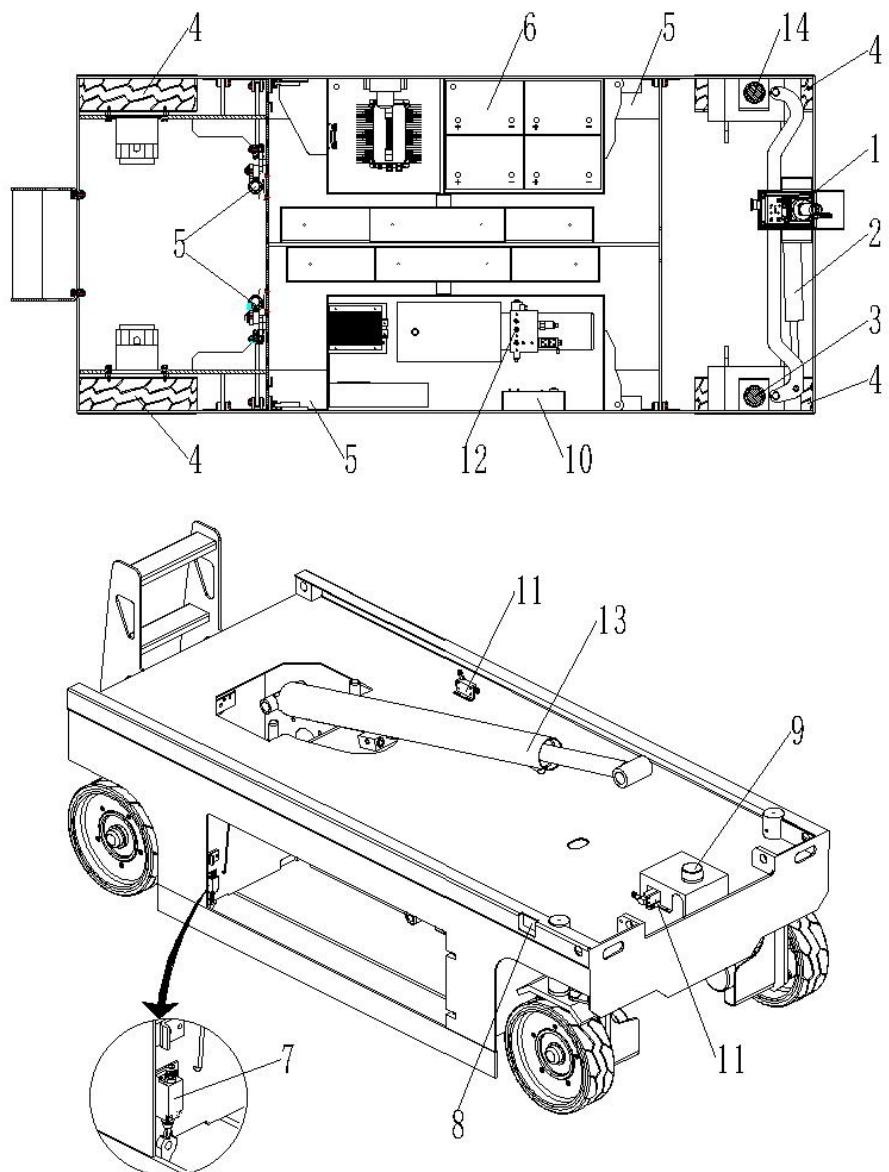

Рис. 2-1. Проведение ежедневного общего осмотра.
- Общий осмотр** – См. Рис. 2-1